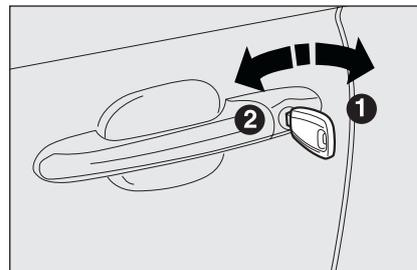
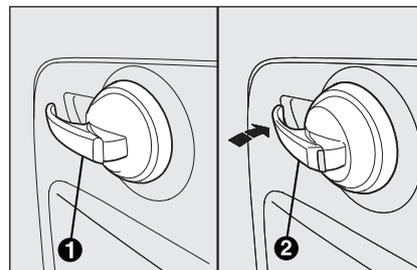

fig. 46
fig. 46a
**Per aprire** Ruotare la chiave in posizione **1-fig. 46** e tirare la maniglia. L'apertura della porta lato passeggero è consentita solo se sbloccata dall'interno **1-fig. 46a**.
**Per bloccare** Ruotare la chiave in posizione **2-fig. 46**, con porta perfettamente chiusa. Il blocco della porta lato passeggero è possibile solo dall'interno portandolo la maniglia in posizione **2-fig. 46a**.